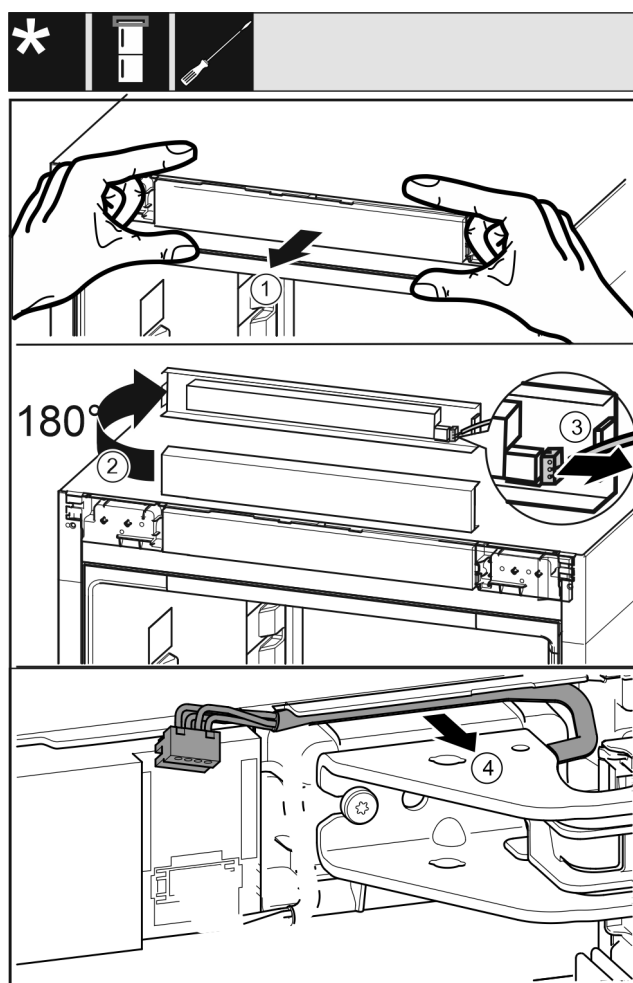

Fig. 19
- Bedienblende des Geräts vorsichtig nach vorne lösen. Fig. 19 (1)
- Bedienblende nach oben um 180° drehen. Fig. 19 (2)
- Die Rastnase nach hinten drücken und den Stecker vorsichtig herausziehen. Fig. 19 (3)
- Kabel über Lagerbock vorsichtig aus der Führung lösen. Fig. 19 (4)